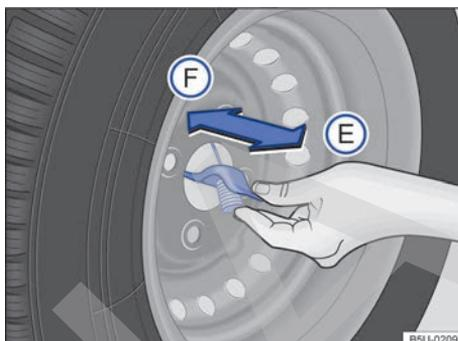

Fig. 171 En la rueda de emergencia: retirar el cable de la rueda de emergencia.
- Colocar la rueda de emergencia en posición vertical → fig. 171.
- Retirar el gancho del orificio central de la rueda, en el sentido de la flecha (F).